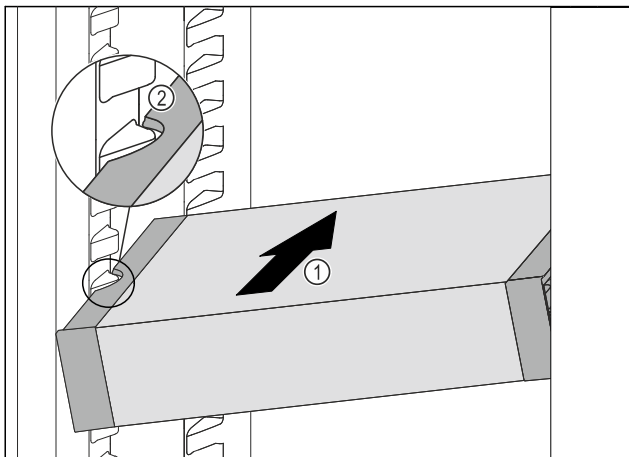

Fig. 53
- ▶ Sätt in VarioSafe snett i kyldelen Fig. 53 (1) tills sidofördjupningarna Fig. 53 (2) på VarioSafe är i samma nivå som behållarlisterna i kyldelen.